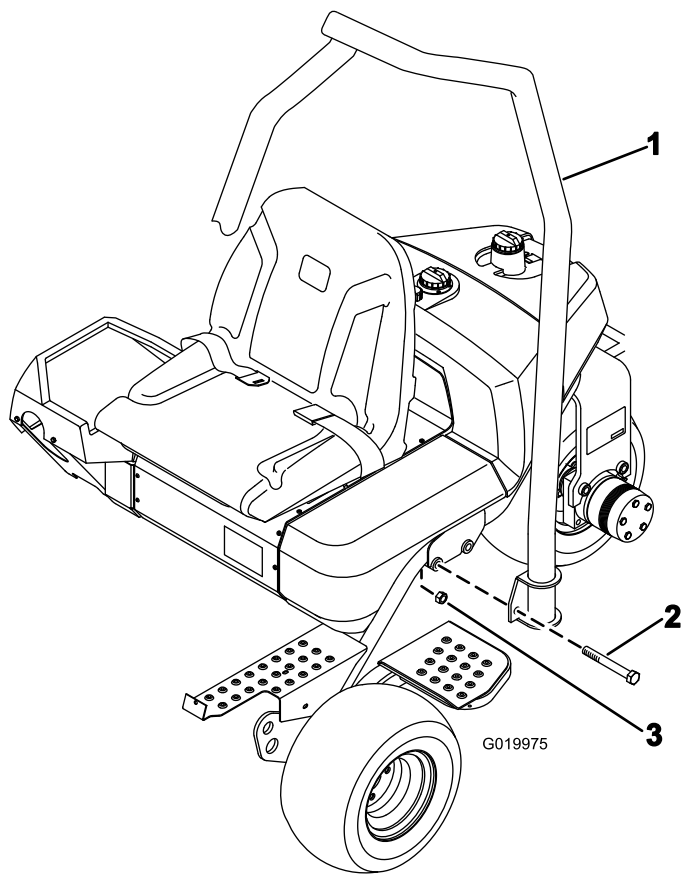

图 4
1. 调整翻车保护杆的位置使钢管的顶部弯向机器前面 图 4。
2. 将翻车保护杆放低到机架上使其与安装孔对齐图 4。
3. 如图 4 所示用 2 个螺栓 $\frac{5}{8}$ x 4 $\frac{1}{2}$ 英寸和锁紧螺母将翻车保护杆的两侧固定到机架上。